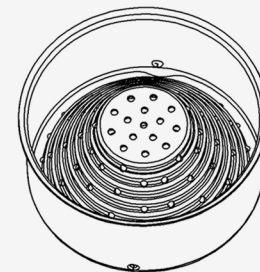

Рисунок 4
Примечание: Чаша (18) и Фильтр (12) обратите внимание при работе с соковыжималкой в этой части оборудования включена особая разработка, которая блокирует в процессе выжимания фрукта разъединение этих двух частей. Демонтируя или монтируя Фильтр (12) в Чаш (18) обязательно убедитесь, что деталь установлена правильно. (Рисунок 4).